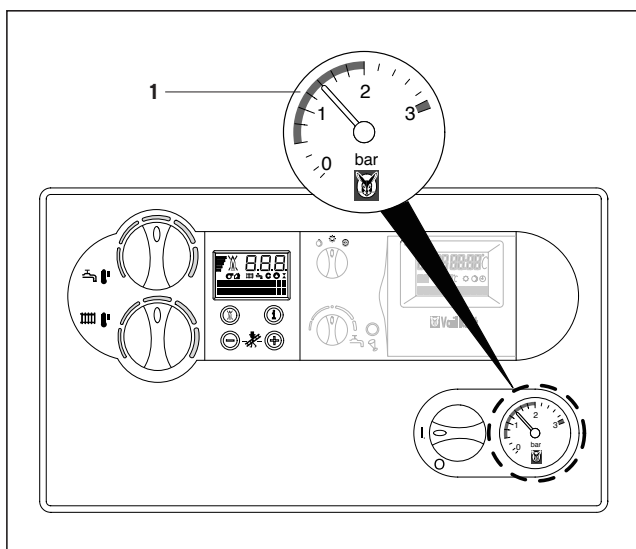

Abb. 3.4 Wasserdruck kontrollieren
3.2.2 Wasserdruck kontrollieren (Abb. 3.4)
- Kontrollieren Sie den Wasserdruck (Fülldruck) der Anlage am Manometer (1).